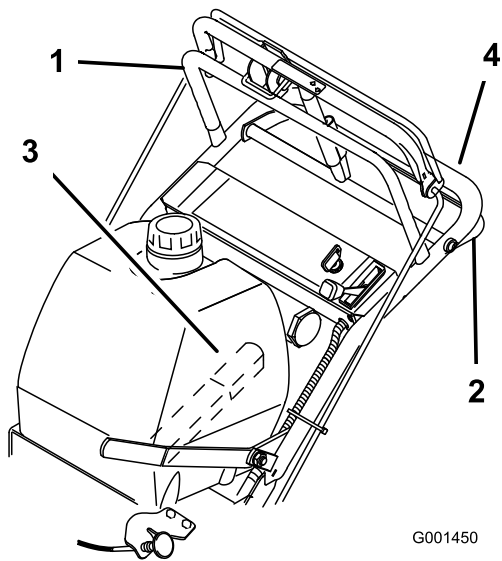
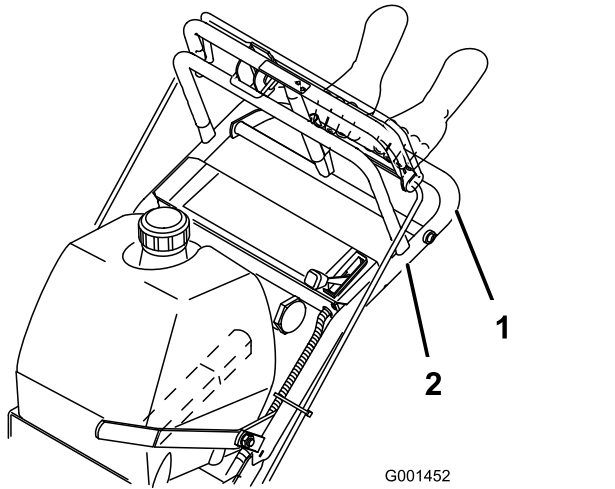

Figura 9
Figura 11
1. Para desplazar la máquina hacia adelante, mueva la palanca de cambios a una marcha hacia adelante (Figura 9).
3. Presione lentamente la barra de control superior para ir hacia adelante (Figura 9).
Para ir en línea recta, aplique la misma presión a ambos extremos de la barra de control superior (Figura 9).
Para girar, libere la barra de control superior en el sentido en que desea girar (Figura 9).
3. Apriete lentamente la barra de control inferior y el manillar para ir hacia atrás (Figura 9).
7. Al mismo tiempo, engrane la barra de control inferior y levante el manillar para pasar el bordillo (Figura 9 y Figura 10).
4. Al mismo tiempo, engrane la barra de control inferior y levante el manillar inferior (Figura 9 y Figura 11).